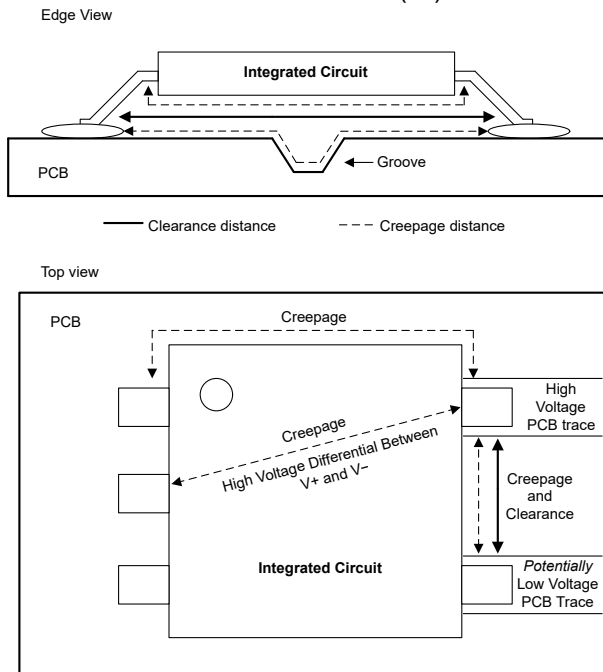

图 7-8. 集成电路中的爬电距离和间隙
在设计和构建具有高电压的电气系统时，需要考虑两个重要概念，即爬电距离和间隙距离。爬电距离是指电流可沿绝缘材料（如印刷电路板 (PCB) 或塑料外壳）表面穿行的最短路径。间隙距离是指两个导电器件（例如导线、端子或元件）通过空气的最短距离。图 7-8 显示了典型集成电路 (IC) 的爬电距离和间隙。